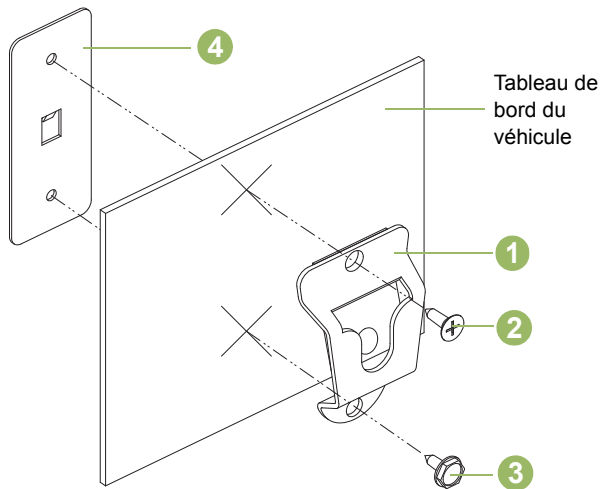

Figure 5.2 : Installation du support de montage
Reportez-vous à la Figure 5.2 ci-dessous et fixez le support de fixation (1) au véhicule à l'aide des deux vis taraudeuses et de la plaque de support fournie. Placez la plaque de support (4) derrière le tableau de bord. Utilisez la vis à tête plate (2) dans le trou de montage supérieur et la vis à tête hexagonale (3) dans le trou de montage inférieur. Assurez-vous que les vis de montage sont bien fixées dans les trous de la plaque de support.